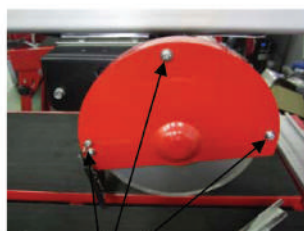

Рис. 4
1. Снимите крышку кожуха алмазного диска, открутив три винта (1) (Рис. 4).